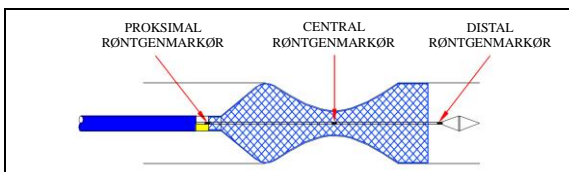

Figur 4.
- Når den centrale røntgenmarkør når midten af målstrikturen, fortsættes med at trække tilbage i konnektoren, indtil stenten er helt implementeret. (se figur 4 og 5)
- Når den centrale røntgenmarkør når midten af målstrikturen, skal man fortsætte med at overføre mod konnektoren, indtil stenten er fuldt implementeret. (se figur 4 og 6)